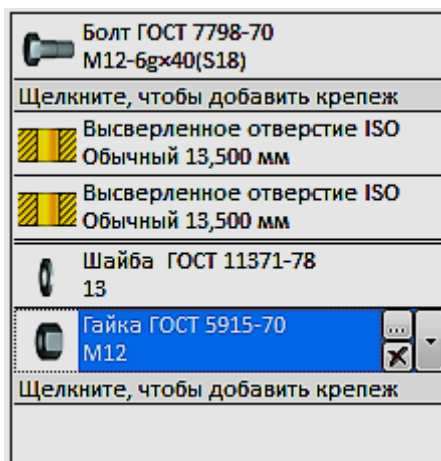

Рис. 3.84. Окна ввода компонентов после размещения гайки
11. Вставьте гайку и нажмите кнопку «Применить». Болтовое соединение готово (рис. 3.84, 3.85).